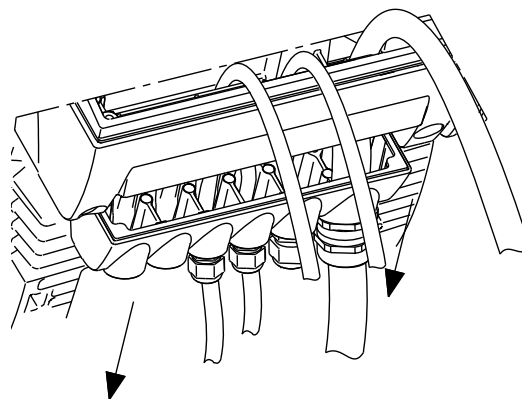
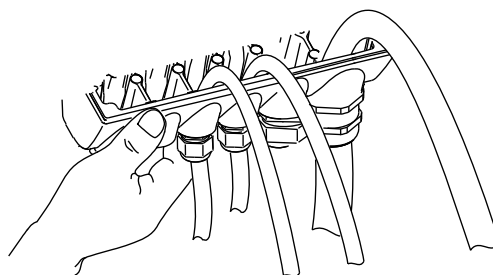

Рис. 61 Снятие винтов блока кабельных вводов
Рис. 62 Снятие блока кабельных вводов
6. Отверните винты блока кабельных вводов. См. рис. 61. Снимите блок кабельных вводов (поз. 252). См. рис. 62.